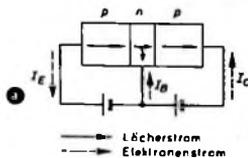

Bild 6. Wahre (physikalische) Stromrichtungen in einem pnp-Transistor (a) und in einem npn-Transistor (b)
Bild 6. Schematische Darstellung eines Projektes für eine 16-MW-Gasturbinenanlage mit Kohle als Brennstoff sowie mit Saatmaterialzugabe und -rückgewinnung; der errechnete Gesamtwirkungsgrad ist etwa 50%. Um dies zu erreichen, muß die Abgaswärme in Wärmeauschaltern und Gaskasseln gut ausgenutzt werden
N. S. Emmerich von den Westinghouse Research Labs berichtete in der Zeitschrift Energy Bd. 1 (1964) Nr. 2, S. 14 bis 18, über erfolgreiche Arbeiten in bezug auf Anlagen mit offenem und geschlossenem Kreislauf. Geplant sind eine 16-MW-Anlage (Bild 6) mit $\eta = 40\%$ und ein Großkraftwerk mit 600 MW und $\eta = 60\%$. Beim offenen Kreislauf studiert man die Möglichkeit, die Stickstoffabfallprodukte nutzbar zu machen, beim geschlossenen den Anschluß eines Atomreaktors mit 1400° K und das Arbeiten mit geringerem Dampfdruck unter Verwendung von Lithium. Planungen für einen 25-kW-Versuchsgenerator sind abgeschlossen. Man befaßt sich auch mit dem Bau von 20- bis 30-kG-Magneten und studiert 50-kG-Supraleit-Magneten sowie verschiedene Verfahren zur höheren Ionisierung.
Hierbei wird die wahre physikalische Stromrichtung angezeigt. Bei Transistoren muß man aber zwischen der Bewegungsrichtung der Elektronen (negative Ladungsträger) und der Bewegungsrichtung der Defektelektronen oder Löcher (positive Ladungsträger) unterscheiden (Bild 6). Die physikalische Stromrichtung interessiert jedoch nur bei physikalischen Untersuchungen des Transistorverhaltens.